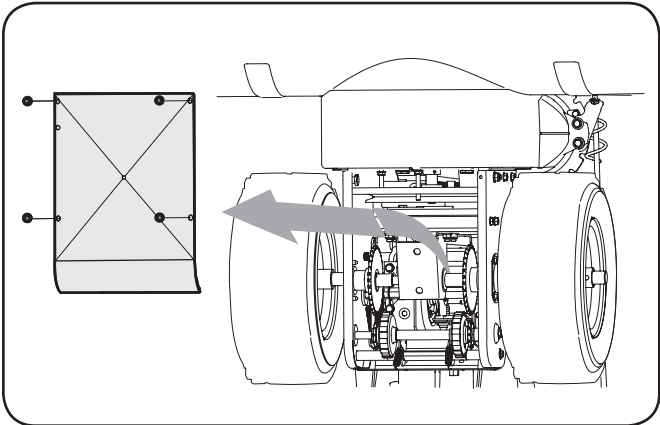

Figure 6-6
Enlevez les vis auto-taradeuses du couvercle du châssis, sous la souffeuse. Voir la Figure 6-6.
2. Retirez le couvre-châssis du dessous de la souffeuse en enlevant les vis auto-taraudeuses. Voir la Figure 6-6.